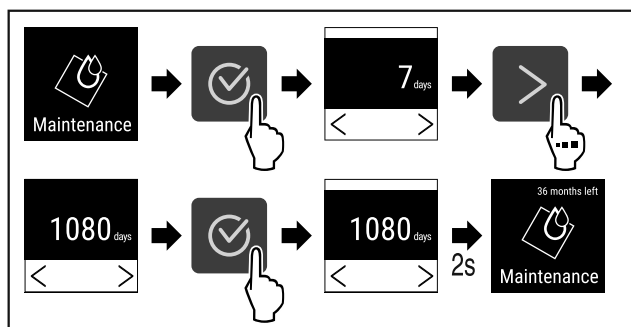

Fig. 98
- ▶ Izvedite zahtevane korake (glejte Fig. 98).